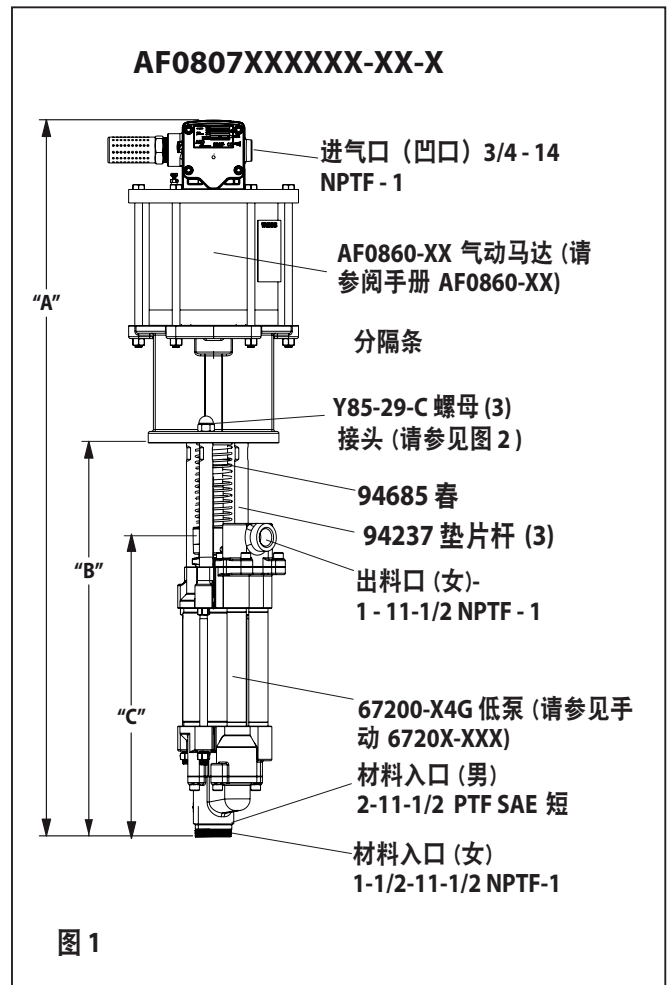

图 1
2. Удалите три гайки (Y85-29-C) из трех прутков распорка (см. рисунок 1).